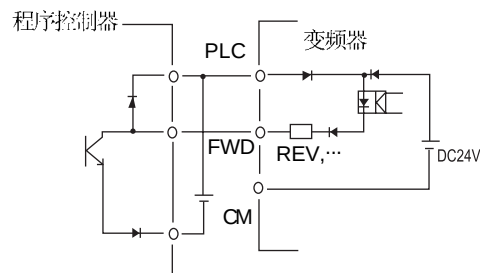

图 2-3-11
(2) 接点输入端子 (FWD, REV, X1-X9, PLC, CM)
① 接点信号输入端子 (FWD、REV、X1-X9 等) 和 CM 端子间一般是闭合/断开 (ON/OFF) 动作。使用外部电源配合程序控制器的开路集电极输出 ON/OFF 控制, 有时会发生电源干扰, 造成误动作。在这种场合, 应使用 PLC 端子, 按图 2-3-11 所示方法连接。
② 接点输入控制时, 为防止发生接触不良, 应使用对弱信号接触可靠性高的接点。